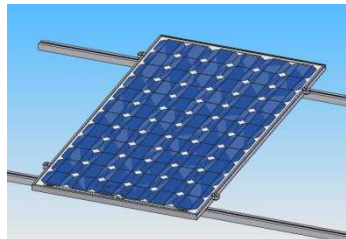
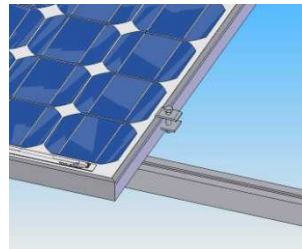

Fig. 5
Fig. 6
- Il modulo fotovoltaico dovrebbe essere sostenuto ed ancorato su barre rigide in almeno quattro punti; i supporti dovrebbero essere ubicati sul retro del modulo fotovoltaico, dalla parte della cornice. Ciascun supporto dovrebbe avere un'area di almeno 4 cm². I quattro supporti dovrebbero essere posizionati simmetricamente rispetto al centro del modulo. (vedere la Fig. 5).
- Il modulo fotovoltaico dovrebbe essere assicurato a ciascuno dei quattro supporti mediante opportuni dispositivi di aggancio come in Fig.5. Il fissaggio può essere effettuato sul lato frontale della cornice con la precauzione di non toccare il vetro e di non divenire una fonte di ombra per le celle fotovoltaiche. Il bullone di tenuta dovrebbe essere almeno di tipo M6 8.8. (vedere Fig. 6).